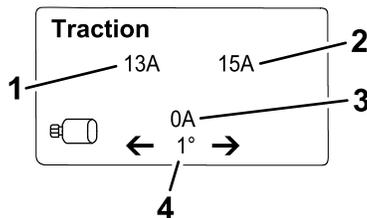

図 23
- **走行情報画面** 図 23: 現在のステアリング角度と、各走行モータに配分されている電流値を表示します。